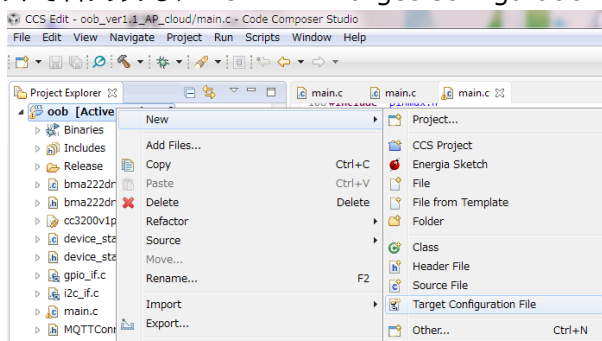

図 9. Target Configuration File の追加
① 図 9 のようにプロジェクトで右クリックし、"New" -> "Target Configuration File"を選択